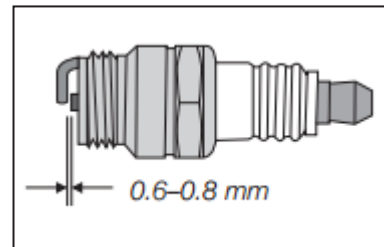

Figure 37
4. Проверьте зазор между электродами 0.75 мм Figure 37.